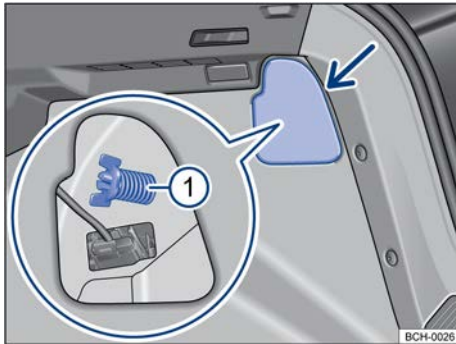
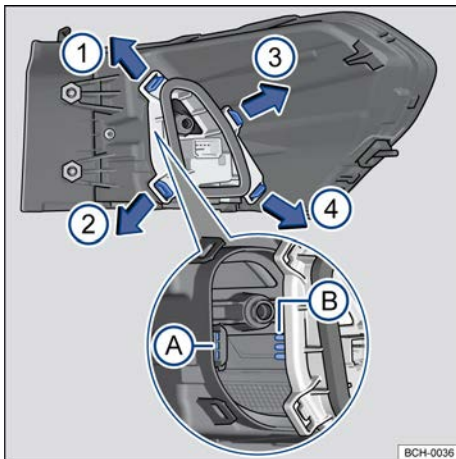

Fig. 164 No compartimento de bagagem: desinstalar cobertura e retirar o parafuso borboleta ① (lupa).
Fig. 165 Lanterna traseira: desinstalar o suporte das lâmpadas
- ① Observar a lista de controle e executar as ações → Página 215.
- ② Abrir a tampa traseira → Página 74.
- ③ Para abrir a cobertura da lanterna, girar a trava → Fig. 164 (seta).
- ④ Abrir a cobertura junto com a trava para o lado.
- ⑤ Soltar o parafuso borboleta ① (lupa) e retirá-lo, segurando, ao mesmo tempo a lanterna traseira.
- ⑥ Puxar cuidadosamente a lanterna traseira para fora, para desencaixá-la da carroceria → ①.
- ⑦ Desencaixar o conector de alimentação das lâmpadas da lanterna, para remover totalmente a lanterna.
- ⑧ Colocar a lanterna traseira sobre uma superfície limpa e lisa.
- ⑨ Para destravar o suporte das lâmpadas, pressionar cada lingueta de travamento → Fig. 165 no sentido das setas.
- ⑩ Remover o suporte das lâmpadas cuidadosamente.
- ⑪ Para remover as lâmpadas incandescentes queimadas pressionar a lâmpada contra o alojamento e girar no sentido anti-horário.
- ⑫ Substituir a lâmpada incandescente queimada por uma lâmpada incandescente nova do mesmo modelo.
- ⑬ Para inserir as novas lâmpadas no suporte das lâmpadas, introduza a nova lâmpada no respectivo alojamento. Pressionar a lâmpada e girar no sentido horário até o batente.
- ⑭ Certificar-se de que as lâmpadas estão corretamente fixadas no suporte das lâmpadas.
- ⑮ Instalar o suporte das lâmpadas na lanterna traseira, com atenção no encaixe das lâminas de contato na carcaça → Fig. 165 **A** e **B**. As linguetas de travamento devem encaixar de forma audível obedecendo a sequência → Fig. 165 ①, ②, ③ e ④.
- ⑯ Colocar o conector de alimentação na lanterna.
- ⑰ Encaixar a lanterna traseira cuidadosamente no alojamento da carroceria.
- ⑱ Segurar a lanterna traseira na posição de montagem com uma das mãos e aparafusar com a outra o parafuso borboleta → Fig. 164 ①.
- ⑲ Recolocar a cobertura da lanterna em sua posição e girar a trava para fechar.
- ⑳ Fechar a tampa traseira → Página 74. ▶